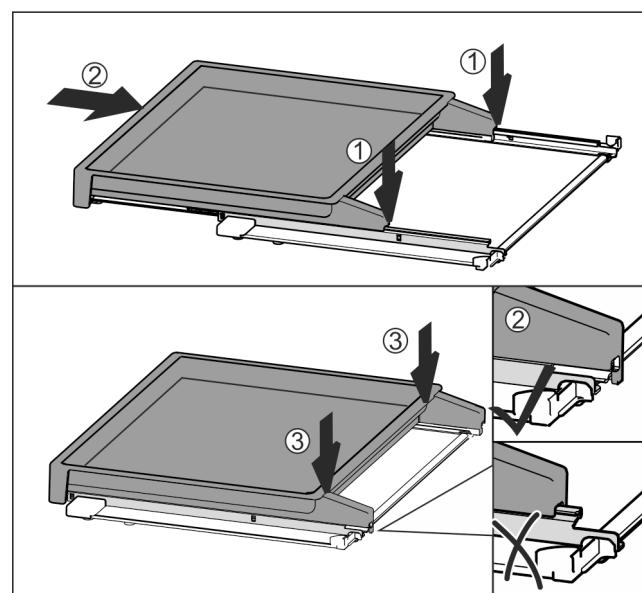

Fig. 33
- Поставете в средата върху релсите Fig. 33 (1).
- Вкарайте изцяло изтеглящата се дъска Fig. 33 (2).
- Натиснете от задната страна, докато се фиксира с щракване Fig. 33 (3).